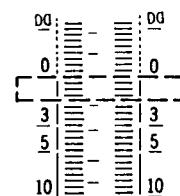

Abb. 11
- Den Drehwiderstand 703 (linker Kanal) {Drehwiderstand 704 (rechter Kanal)} so justieren, daß der 0dB-Segmentteil halb beleuchtet ist. (Siehe Abb. 11)